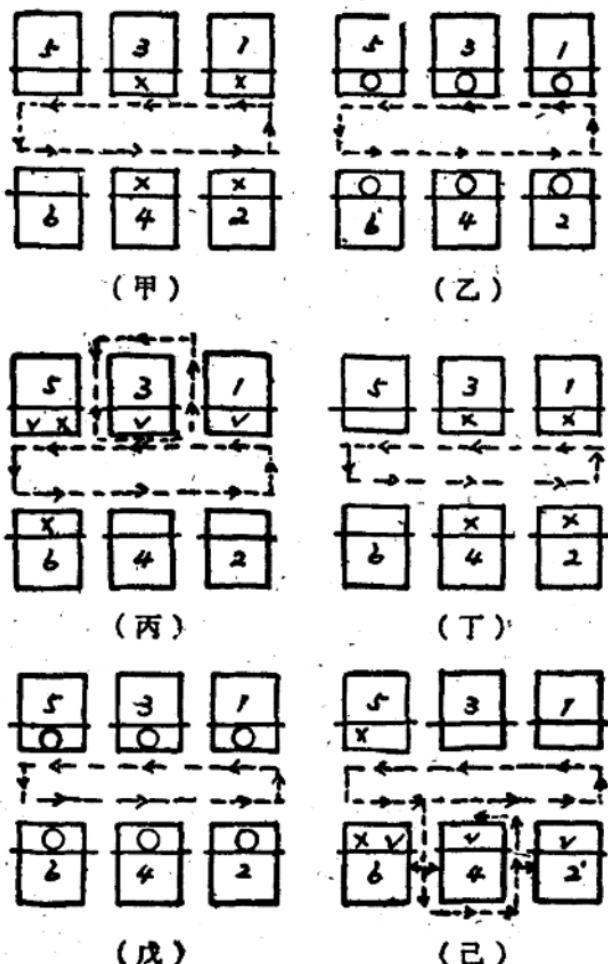

图 7
5、6号机检查綢面，如图7(甲)。
第二巡回：按照巡回路綫检查綢面及裝紝（1~6号机），如图7（乙）。
5、6号机换梭及检查各机台绸面，如图7(丙)。
5、6号机检查綢面，如图7(丁)。
第五巡回：按照巡回路線检查綢面及裝紝（1~6号机），如图7（戊）。
如图 7(己)。